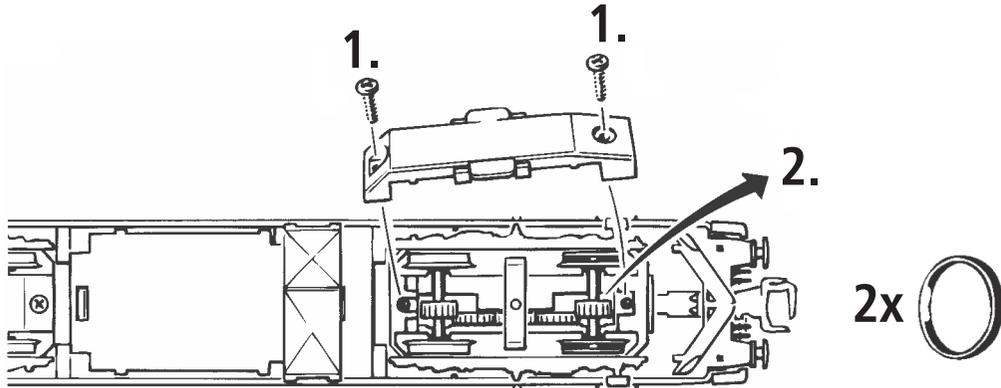
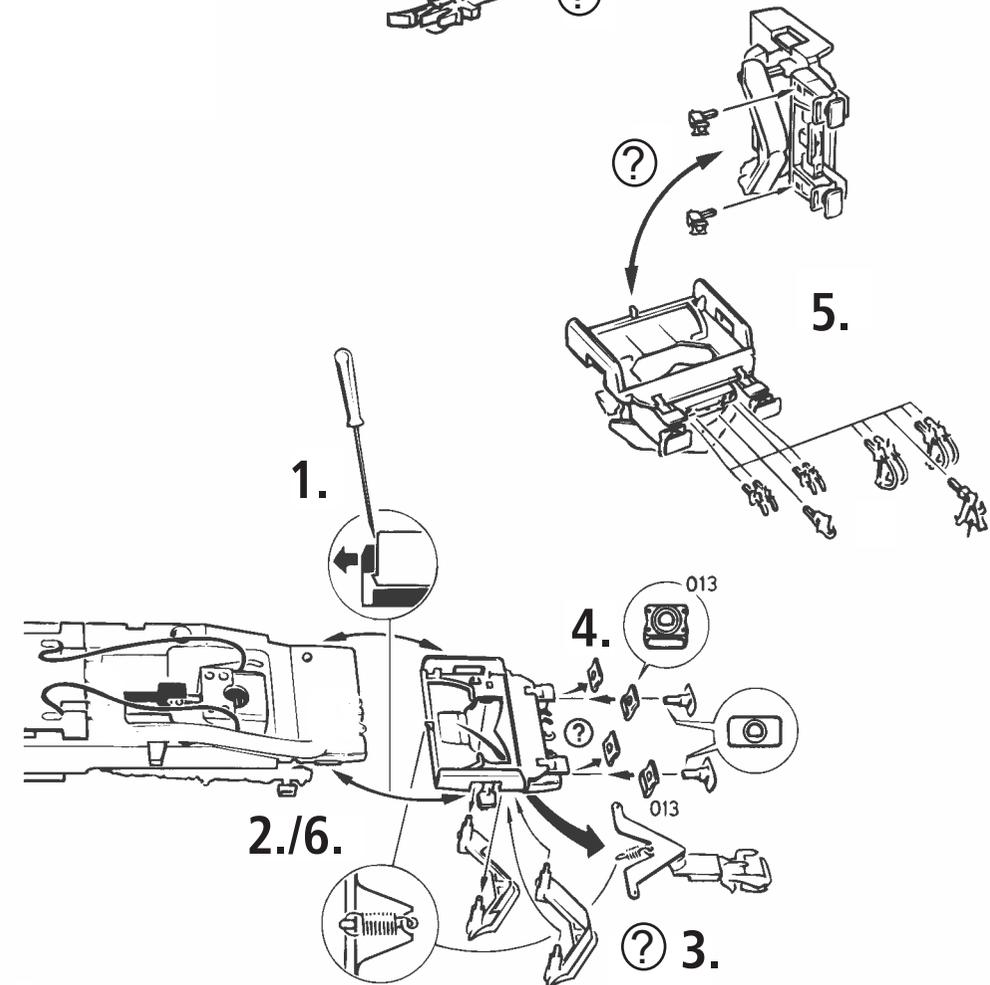

Fig. 7
Fig. 3
2. Schmierung: Versehen Sie die im Schmierplan in Fig. 7 gekennzeichneten Stellen mit nur **kleinen Öltropfen**. Dazu zuerst das Lokgehäuse abnehmen (Fig. 3). Wir empfehlen den **ROCO Öler Art.-Nr. 10906**. Fürs Schmieren der Getriebeteile (Zahnräder, Schnecke) empfehlen wir das **ROCO-Spezialfett Art.-Nr. 10905**. Im Falle der Schmierung diese Teile **nicht ölen**.
Mehrzugbetrieb: Zuerst Lokgehäuse abnehmen (Fig. 3). Danach den Brückenstecker aus der Schnittstelle entfernen (diesen sorgsam aufbewahren). Danach den Stecker des Decoders lage-richtig einsetzen (Fig. 4).
4. Motorwechsel: Lokgehäuse abnehmen (Fig. 3). Danach wird der Motor ausgebaut und ausgetauscht (Fig. 8).
2. Lubrication: Apply **tiny oil drops** to spots marked in fig. 7. Prior to lubrication dismantle locomotive (fig. 3). We recommend using item no. **10906, Roco oiler**. For lubrication the gearparts (e.g. cogwheels, worm) we would recommend our Roco **special grease** (item no. **10905**).
4. Motor Changing: First remove loco body (fig. 3), and then the motor (fig. 8).
2. Graissage: N'appliquez **qu'une tout petite goutte** aux endroits indiqués par le plan de graissage (fig. 7) après avoir démonté la caisse de la locomotive (fig. 3). Nous vous recommandons **le graisseur à huile Roco réf. 10906**. Pour graisser les engrenages (roues dentées, vis sans fin) nous vous conseillons la **graisse spéciale Roco réf. 10905** pour engrenages en matières synthétiques. Lorsque vous utilisez cette graisse il faut éviter d'huiler ces composants.
4. Remplacement du moteur: Démontez la caisse (fig. 3). Démontez ensuite le moteur (fig. 8).
1. siehe } Fig.3